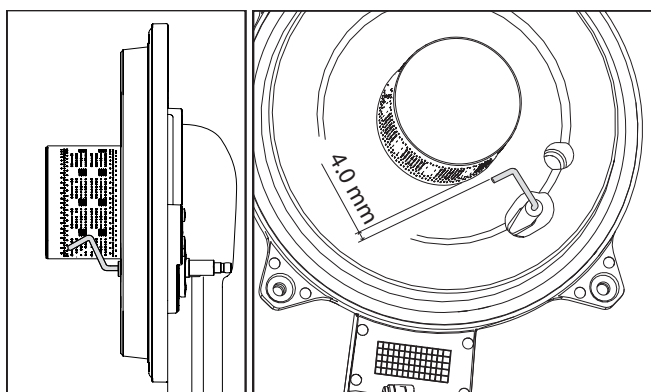

fig. 39
- Tras la fijación, controle atentamente la distancia entre el electrodo y el quemador (fig. 39).